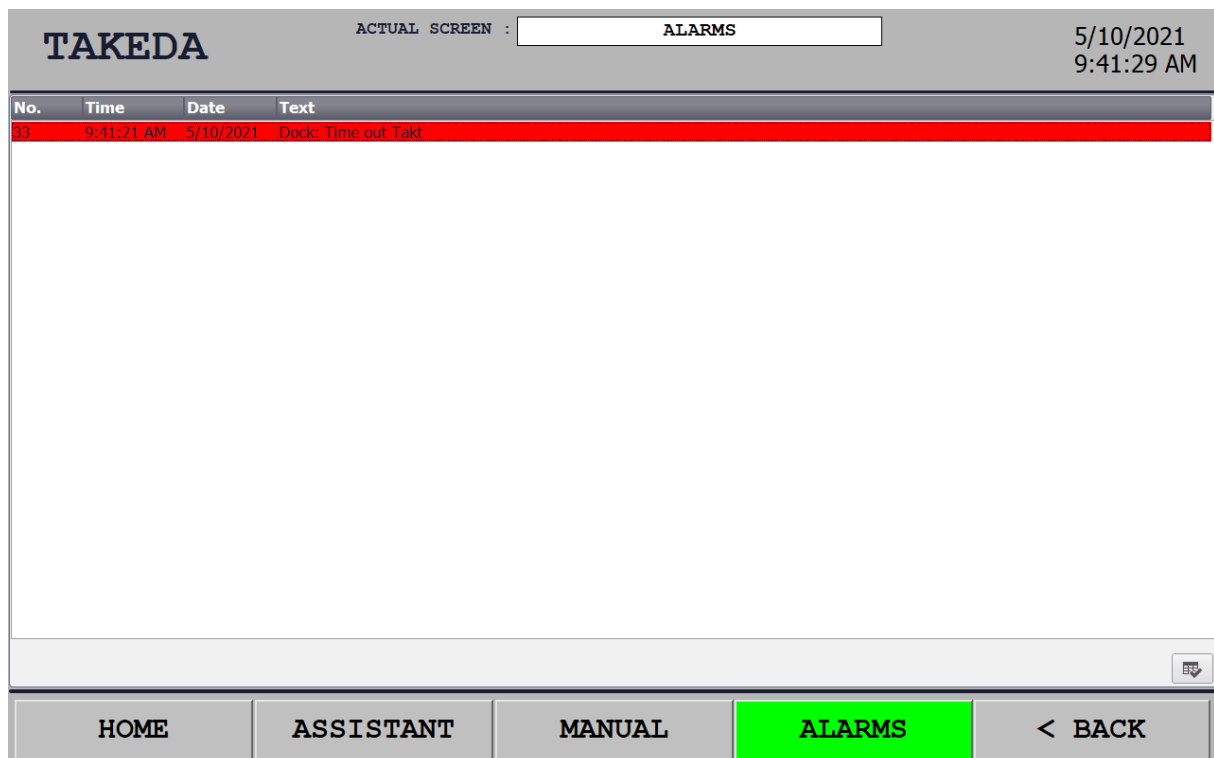

Abbildung 8.1 Alarmbildschirm
- Prüfen Sie die Störungsmeldung(en) in der Alarmliste auf dem entsprechenden Bildschirm. (siehe Abbildung 8.1) Dieser Bildschirm wird aktiviert, wenn rechts oben auf die Alarmschaltfläche gedrückt wird.
- o Prüfen Sie, ob an der Signalsäule die grüne Lampe leuchtet, wenn sich das System im Automatikmodus befindet. Wenn diese Lampe rot blinkt, liegt eine Störung vor. Überprüfen Sie den Fehlerbildschirm auf dem Touchscreen (siehe Abbildung 8.1).